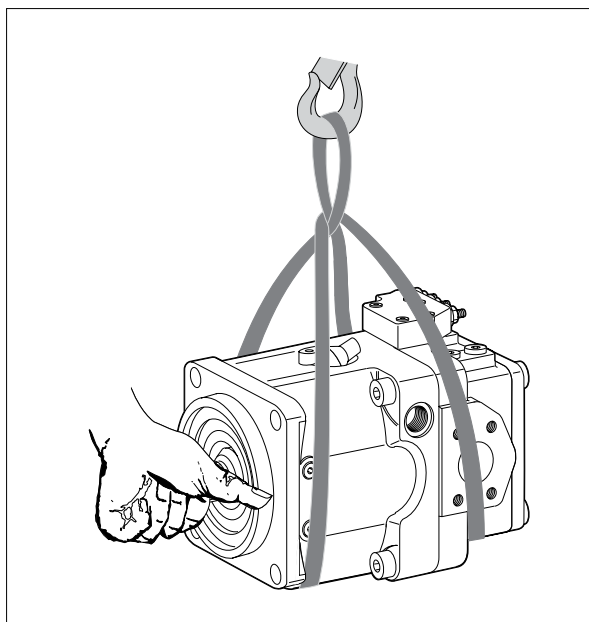

Fig. 6 : Transport avec une élingue
- Placez l'élingue autour de l'unité à pistons axiaux de façon à ce qu'elle ne passe pas sur les pièces rapportées (p. ex. valves), et que l'unité à pistons axiaux ne soit pas suspendue par les pièces rapportées (voir fig. 6).